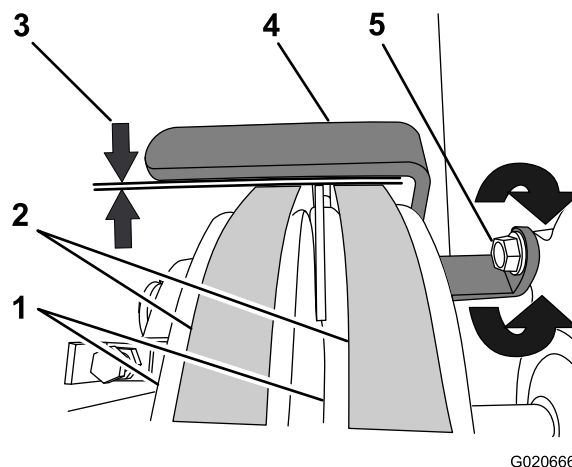

Figura 40
- A. Afloje la tuerca que sujeta la guía de las correas al motor (Figura 40).
- B. Mueva la guía de las correas hacia arriba o hacia abajo hasta que quede una holgura de 2.5 a 4.0 mm (3/32 a 5/32 pulgada) entre la guía y cada correa (Figura 40).
- C. Apriete el perno que sujeta la guía de las correas al motor (Figura 40).
3. Compruebe que la holgura entre la guía de las correas y las correas es de 2.5 a 4.0 mm (3/32 a 5/32 pulgada); consulte Figura 40.